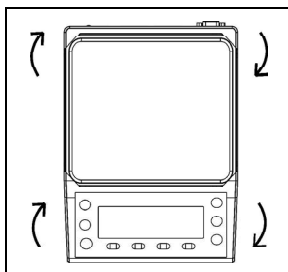

Figure 2-6. Déverrouiller les pieds réglables
1. Tourner les pieds réglables comme indiqué dans Figure 2-6 pour les déverrouiller.